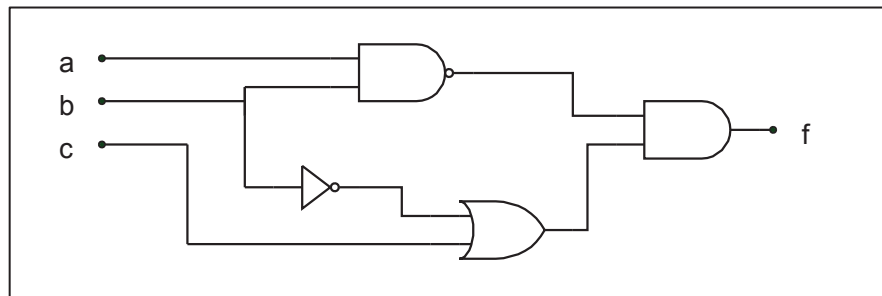

Figura 1: Función lógica
1.- Dado el diagrama de la figura 1 obtén la expresión analítica de la función que realiza.